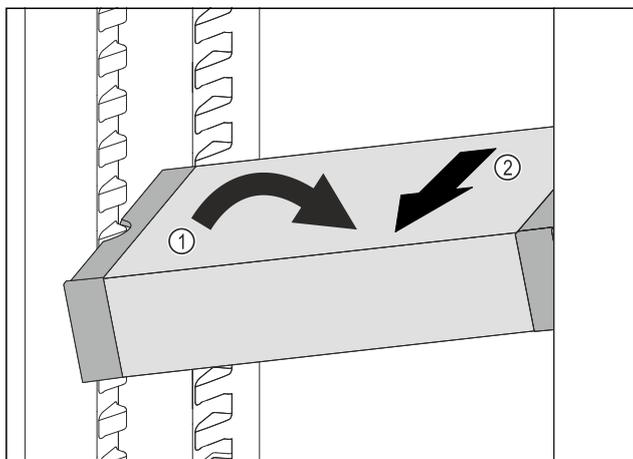

Fig. 98
- ▶ Наклонете VarioSafe в хладилната част. Fig. 98 (1)
- ▶ Извадете VarioSafe напред. Fig. 98 (2)